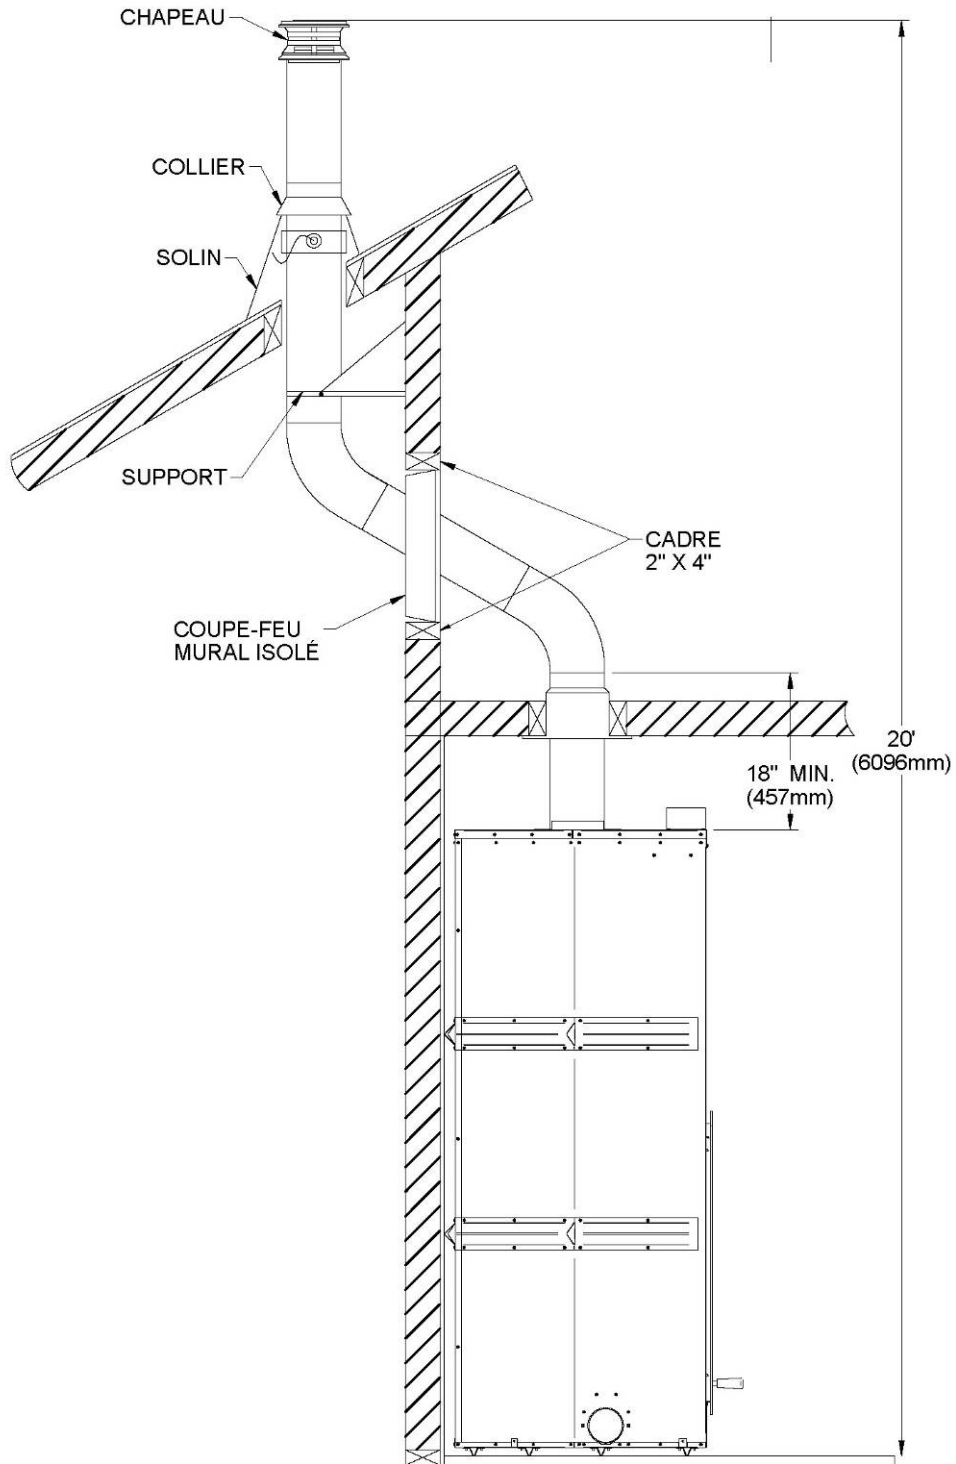

Figure 32
5. En vous plaçant en dessous, installez un coupe-feu fourni par le fabricant de la cheminée (voir **Figure 32**).